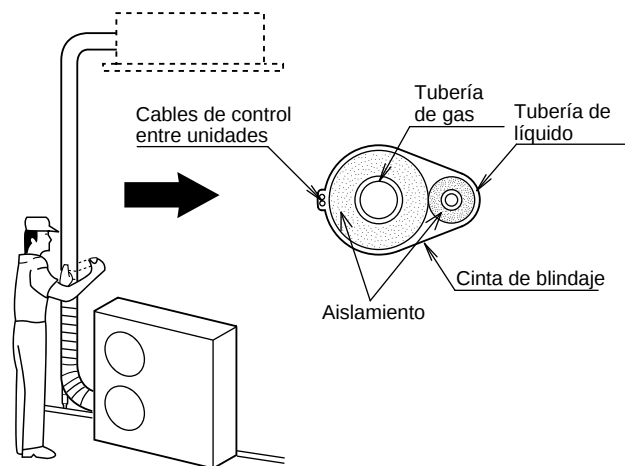

Fig.7-12
- (1) Ahora, a los tubos de refrigerante (y el cableado eléctrico si lo permiten las regulaciones locales) se les deberá colocar la cinta conjuntamente con cinta blindada en 1 agrupamiento. Para evitar que rebose la condensación de humedad por el recipiente de drenaje, mantenga separada la manguera de drenaje de la tubería de refrigerante.
- (2) Envuelva la cinta blindada desde la parte inferior de la unidad exterior hasta la parte superior de la tubería por donde entra en la pared. A medida que envuelve la tubería, superponga la mitad de cinta a cada vuelta que dé.
- (3) Fije el agrupamiento de tubos a la pared, empleando 1 abrazadera aproximadamente a cada metro. (Fig. 7-12)